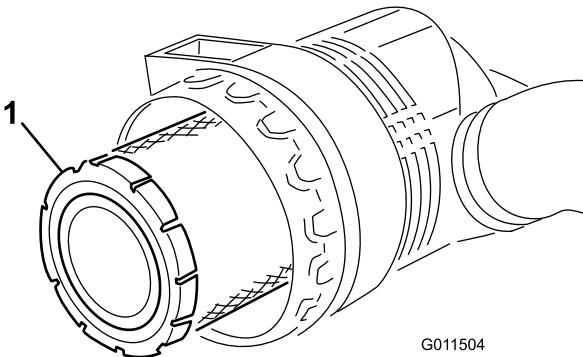
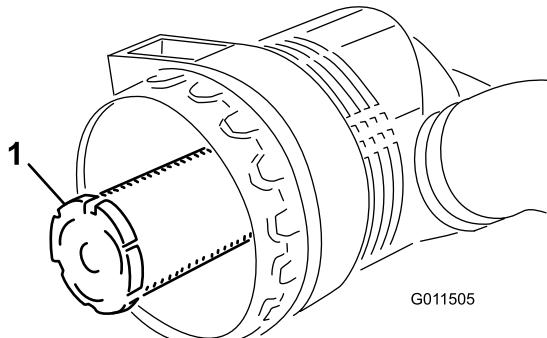

Figura 49
Figura 50
- Togliete il filtro primario dell'olio (Figura 49). Si sconsiglia la pulizia dell'elemento usato, per evitare il rischio di danneggiare l'elemento filtrante. Controllate il filtro nuovo e accertatevi che non sia stato danneggiato durante la spedizione, in particolare l'estremità di tenuta del filtro ed il corpo. Non usate l'elemento se è avariato. **Non togliete il filtro di sicurezza (Figura 50).**
Importante: Non cercate mai di pulire il filtro di sicurezza (Figura 50). Sostituitelo con uno nuovo **ogni tre revisioni del filtro primario.**
4. Sostituite il filtro primario dell'olio (Figura 49).